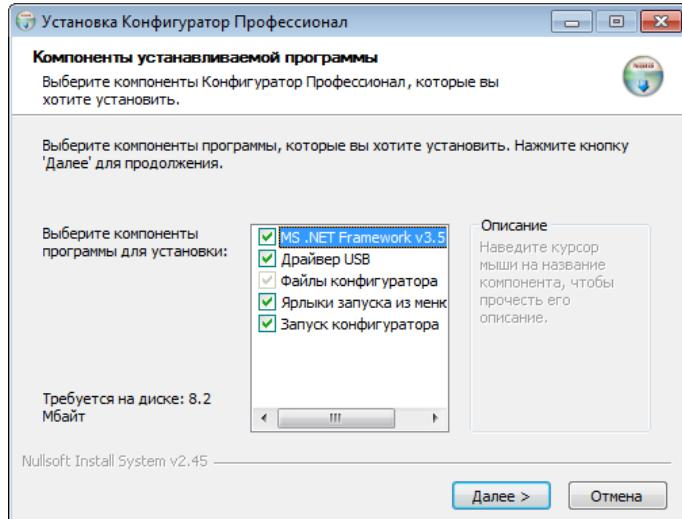

Рисунок 4.1 — Окно *Компоненты устанавливаемой программы*
4. В открывшемся окне оставьте установленными все флажки и нажмите кнопку **Далее >** (см. рисунок 4.1).